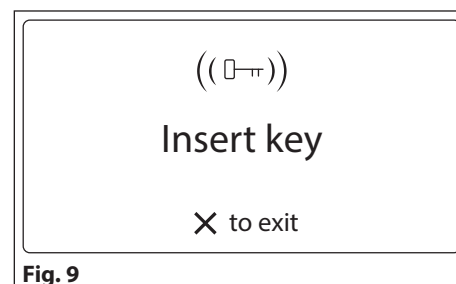

Fig. 9
- premere **"3"** per aggiungere una tag: il display mostrerà il messaggio **"PASS. LA CHIAVE"** (**Fig. 9**)